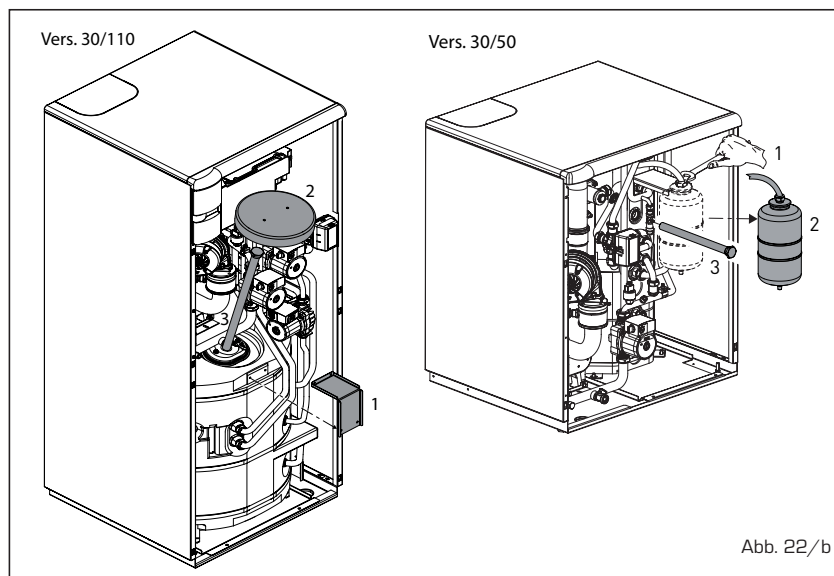

Abb. 22/b
4.4.6 Diagnose und Behebung pumpe WILO-YONOS PARA PWM (Abb. 22/c)